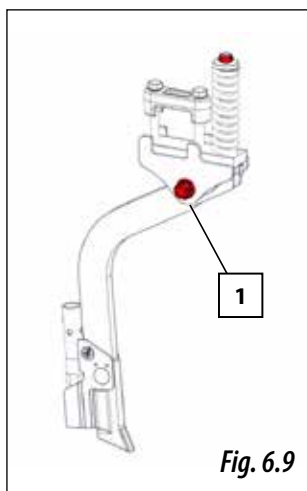

Fig. 6.9
- **BRAS DE SEMIS FIXES** (Fig. 6.9)
Le bras est fixé au support à l'aide d'une vis spéciale estampée SOLÀ (1, Fig. 6.9) avec un écrou autobloquant. En agissant sur cet écrou, le jeu latéral est contrôlé.